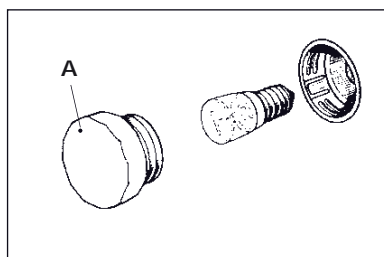

Fig. 7
Svitare la calotta di protezione (A - Fig. 7) che sporge internamente al forno e quindi accedere alla lampada. Dopo aver sostituito la lampada, rimontare la copertura di protezione (A).